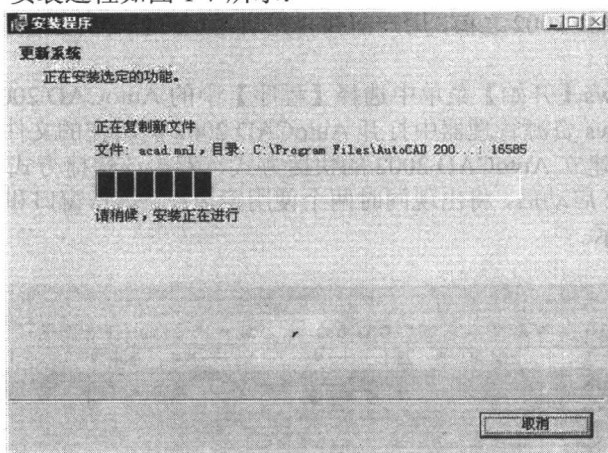

图 1-7 安装 AutoCAD 2002 —— 安装过程
(9) 弹出询问窗口，确认是否可以开始进行安装。如果重新输入安装信息，单击【上一步】按钮；如果确认开始安装，单击【下一步】按钮。
(10) 开始安装。安装过程如图 1-7 所示：